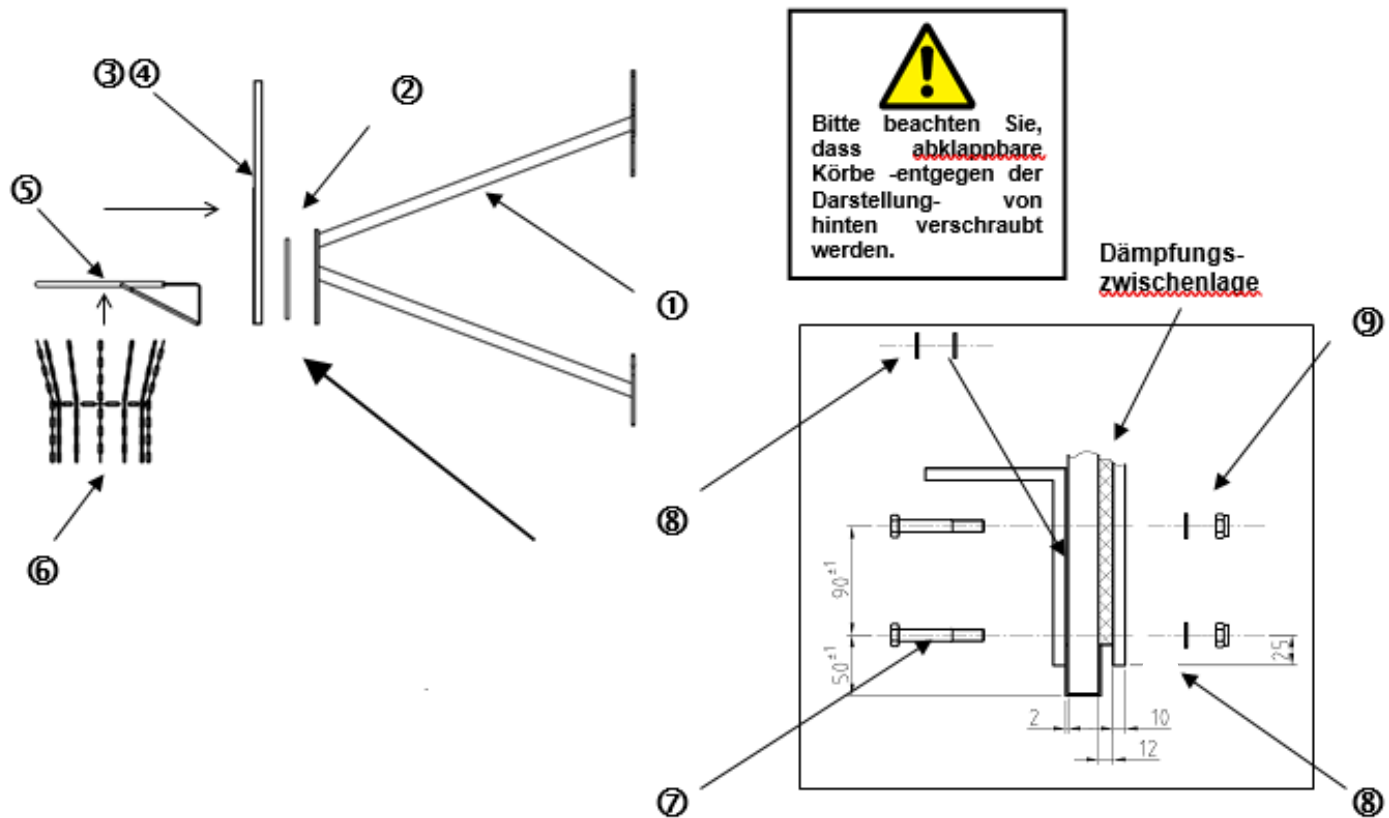

Abbildung 3: Montage
Das Basketballbrett (3 oder 4) und Korb (5a; 5b) entsprechend der Abbildung 3 mit Maschinenschrauben 10 x 70 anschrauben. Dabei ist die Dämpfungszwischenlage (2) als Dämmung zwischen der Schraubplatte (fest am Wandgerüst) und dem Basketballbrett vorgesehen. Die mitgelieferten Unterlegscheiben als Ausgleich ebenfalls wie in Abbildung 3 angegeben zwischen Korb und Brett einfügen.